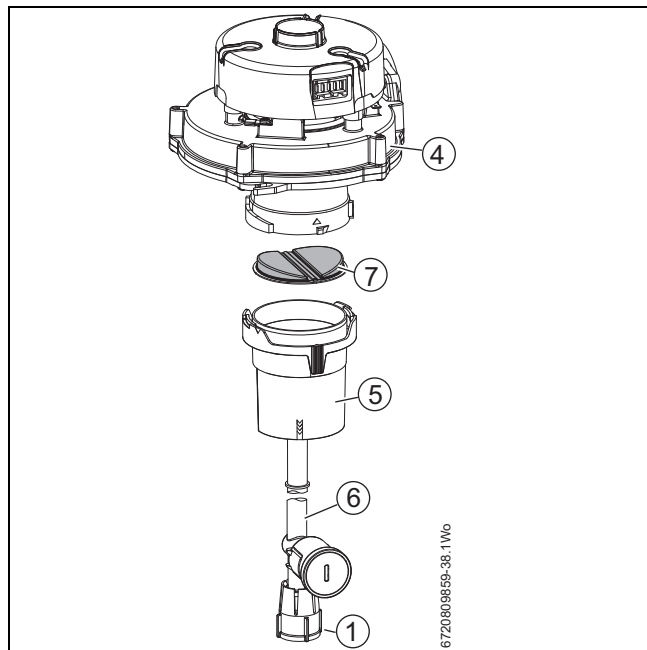

Рис. 62 Демонтаж откидной заслонки
- ▶ Демонтируйте нижнюю муфту на газовой трубе [1] (см. рис. 62).
- ▶ Втолкните трубу [6] (см. рис. 62) в смесительный блок до тех пор [5] (см. рис. 62), пока не появится соединение клапана.
- ▶ Потяните трубу [6] (см. рис. 62) на себя (в направлении от газового клапана) и выдвиньте ее из смесительного устройства.
См. рис. 62